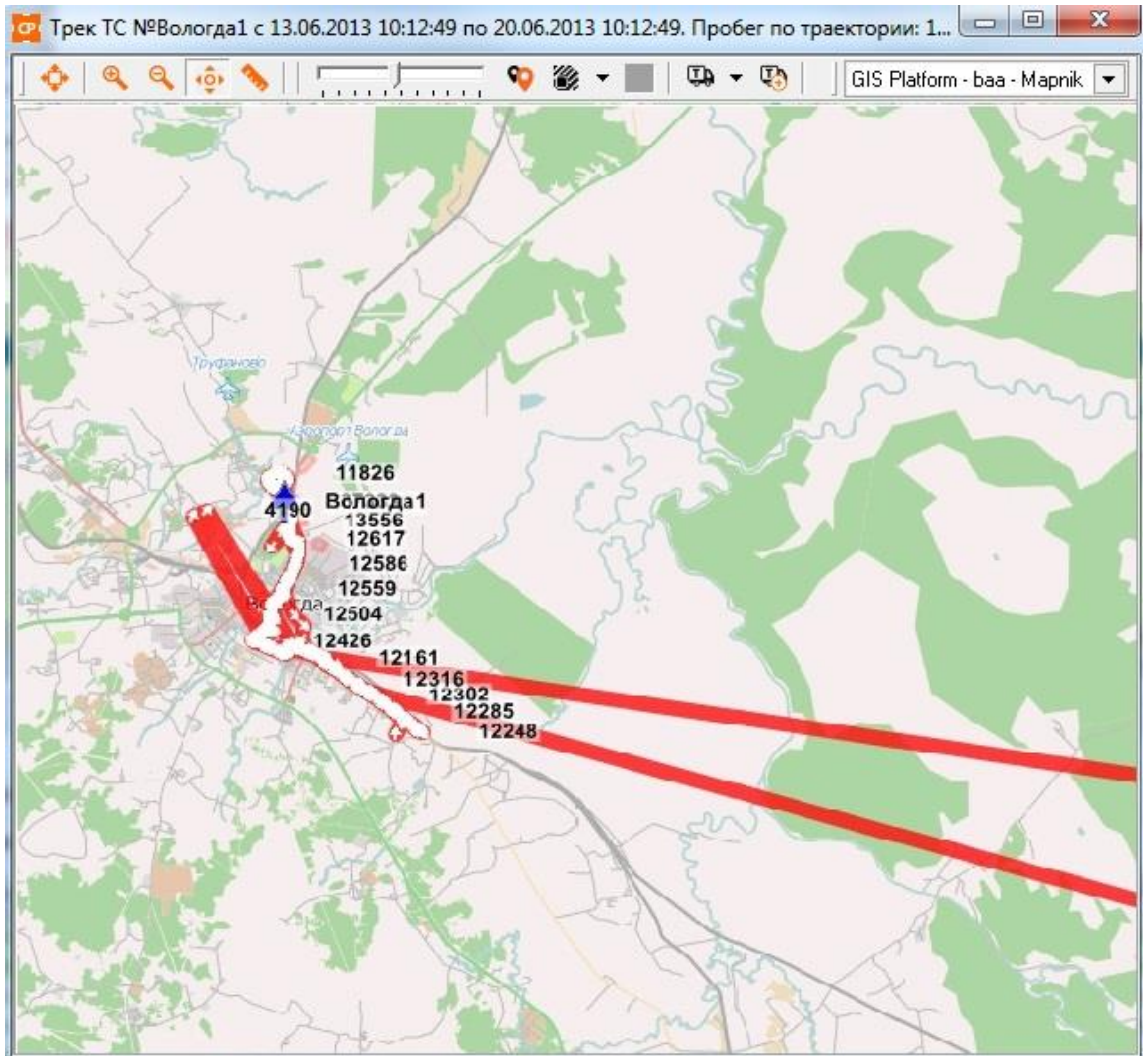

Рисунок 100 – Пример отображения на дополнительной карте фрагмента маршрута ТС
Особенностями отображения маршрута на дополнительной карте являются (см. Рисунок 100):
– возможность «проигрывания» движения ТС по маршруту (см. Рисунок 100). Таблица 5 отображает набор инструментов
- возможность печати маршрута движения ТС (см. Рисунок 100). Для этого предусмотрена кнопка  меню окна дополнительной карты.